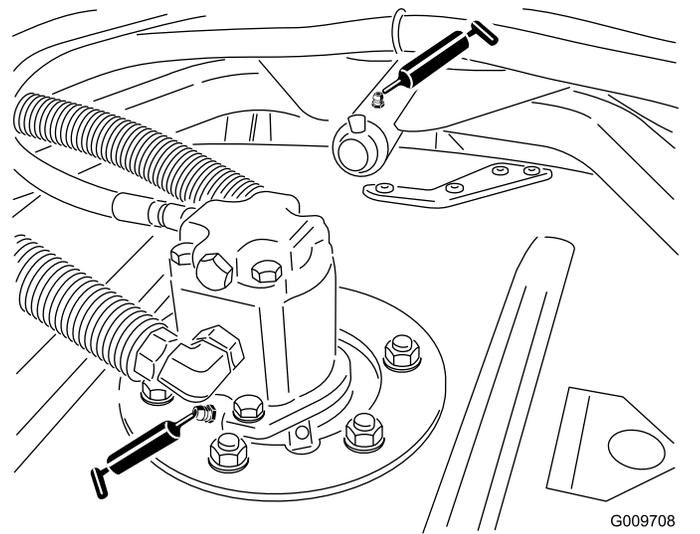

Figura 24
- Cojinetes de los ejes de las unidades de corte (1 Figura 24 por unidad de corte) ().
- Casquillos de los brazos de las unidades de corte (1 por unidad de corte) (Figura 24).